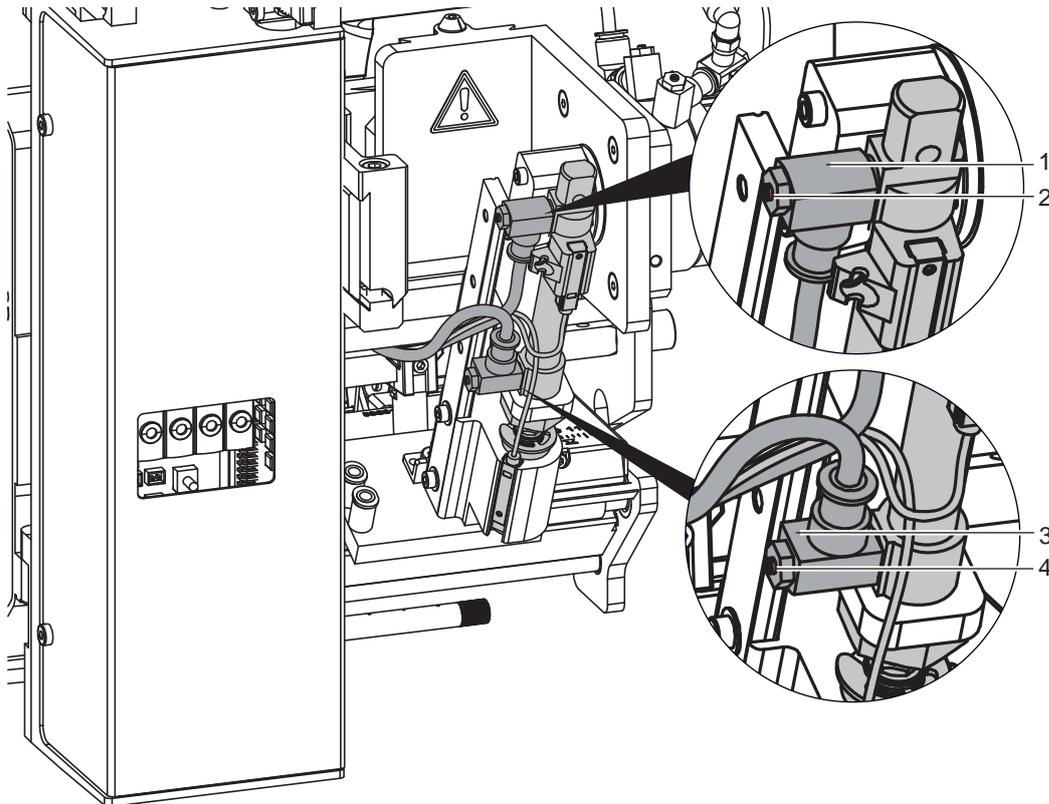

Bild 21 Drosselventile am Zylinder Z
1. Zylinderschrauben (1) lösen.
2. Zylinderbaugruppe (4) inklusive Stempel und Querträger auf der Schiene so verschieben, dass der Abstand der Stempelkante (9) zur Spende- (10) wie in Bild 21 eingestellt ist. Orientierung: Skala (6) und Kante (5)
3. Zylinderschrauben (1) anziehen.